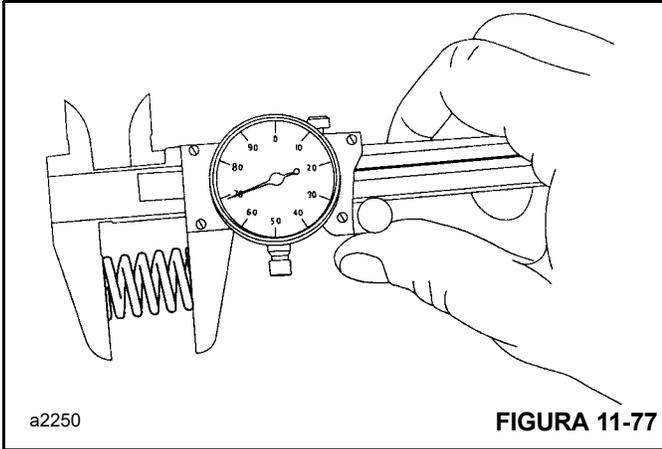

FIGURA 11-77
5. Revise el largo libre del resorte del freno (Figura 11-77). El largo libre mínimo es 30.2 mm (1-3/16 pulg). Revise los resortes en busca de señales de grietas o fallas. Si se debe reemplazar un resorte de freno, se deben reemplazar todos los resortes de freno.